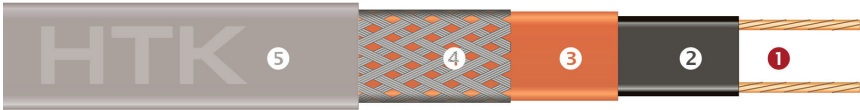

Рис. 2
Конструктивно саморегулирующийся нагревательный кабель состоит из двух токопроводящих жил (1) с нанесенной на них матрицей из полупроводящей пластмассы (2), изоляции (3), экранирующей оплетки (4) и внешней оболочки (5) (рис. 2).